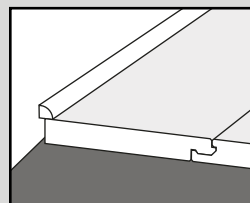

Fig. 8
10. Une fois le sol posé, retirez les cales de dilatation. Balayez à l'aide d'un balai-brosse souple. Fixer les plinthes ou une bordure appropriée pour couvrir les joints de dilatation (en vente chez votre distributeur local). Il convient de les fixer au mur et non pas au sol, pour faire en sorte que le produit puisse se dilater librement (Figure 8 et 9).